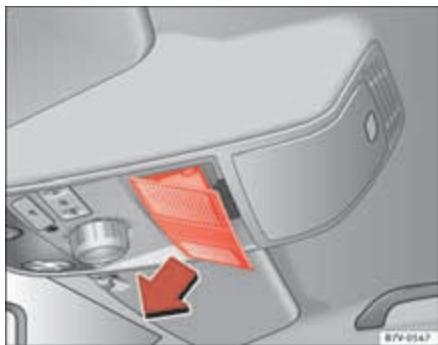

Fig. 190 En el revestimiento interior del techo: Retire la cubierta.
- Retire la cubierta en dirección de la flecha ⇒ fig. 190.